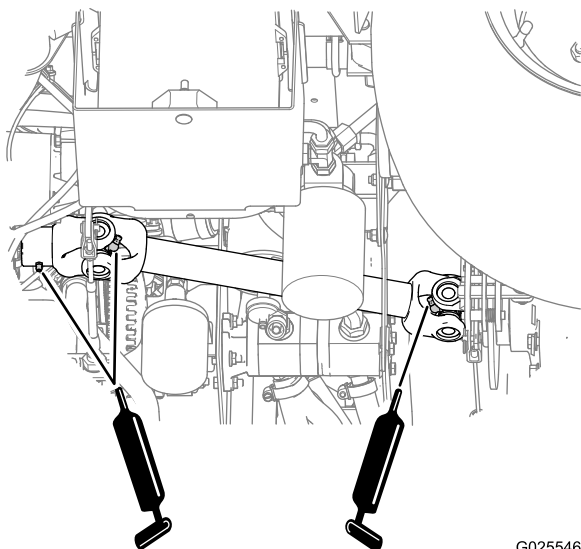

Bild 39
- U-Gelenke der Antriebswelle (2), siehe Bild 39
- Schiebejoch (1), siehe Bild 39